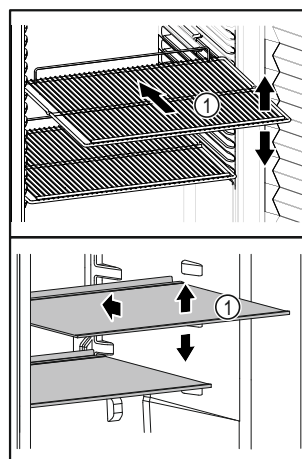

Fig. 10 Beispielhafte Darstellung
- ❑ Wenn Ablageflächen Fig. 10 (1) versetzbar sind, Ablageflächen je nach Höhe anpassen.